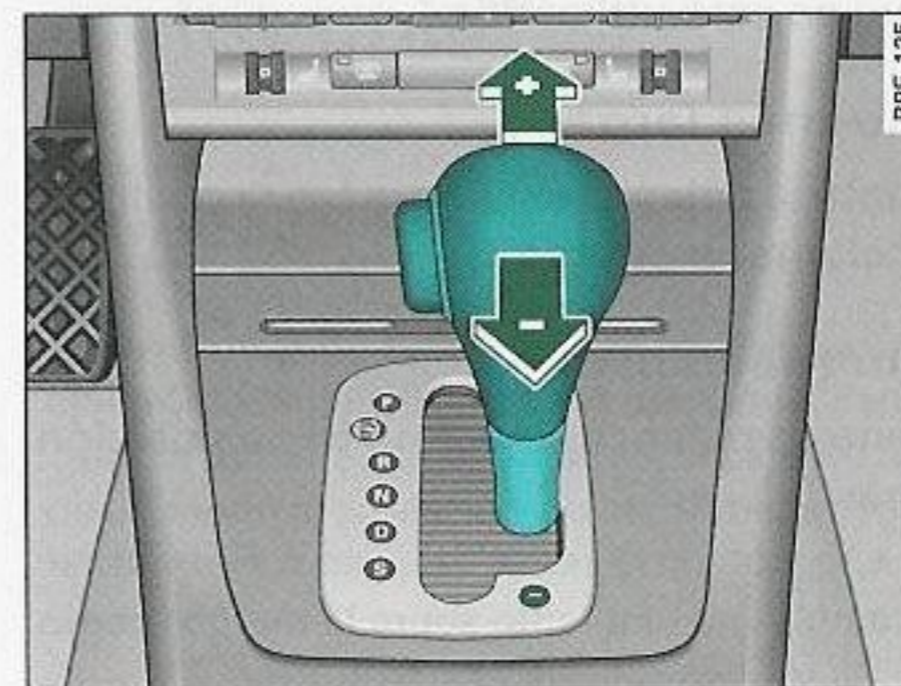

Fig. 152 Consola central: Cambiar las marchas manualmente (tiptronic)
- Desplace brevemente la palanca selectora (en la posición tiptronic) hacia adelante ⇒ *página 177, fig. 152* (+).